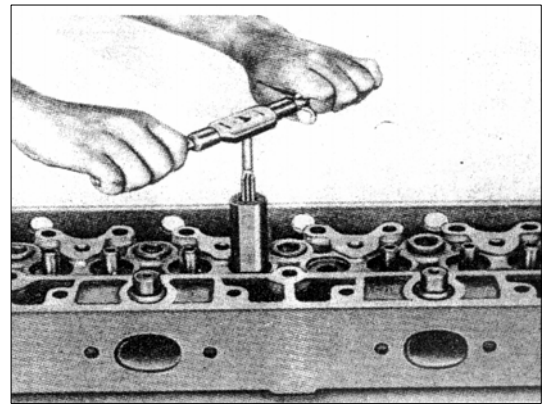

РИС. 91
- 9) При развертывании внутреннего диаметра втулки клапана, используйте кондукторную втулку для правильной центровки развёртки и точного контроля размеров диаметра втулки клапана. Используйте кондукторную втулку 2576 5890 0225 для развертывания втулки впускного клапана и 2576 5890 0224 для втулки выпускного клапана. Эти направляющие втулки могут использоваться как для стадии стандартной, так и для стадий ремонта втулок клапана (рис. 91).